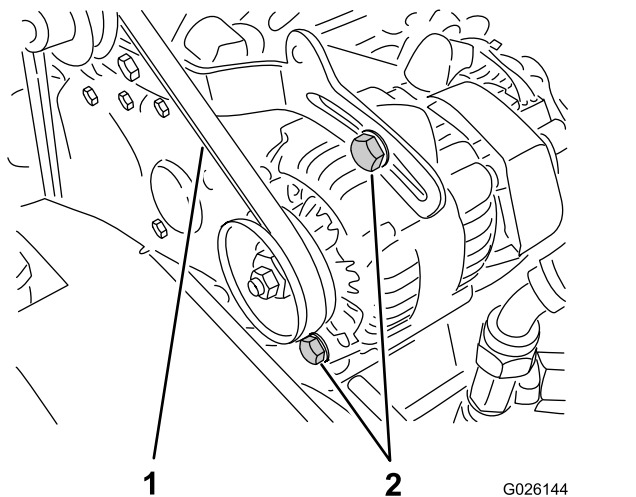

Figura 60
2. Controllate la tensione premendo la cinghia al centro tra le pulegge dell'alternatore e dell'albero motore con una forza di 10 kg (Figura 60).
- A. Allentate i 2 bulloni di fissaggio dell'alternatore (Figura 60).
B. Con un piede di porco, ruotate l'alternatore fino a ottenere una tensione della cinghia appropriata, poi serrate i bulloni di fissaggio (Figura 60).